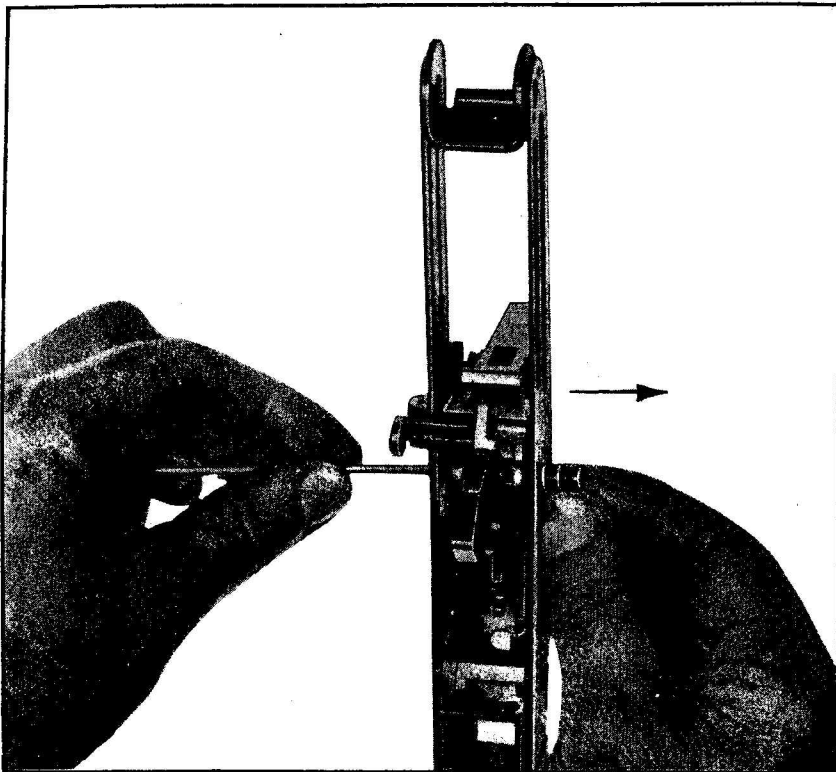

Fig. 66
2. con utensile 105 sfilare il perno del cane dal foro « E » nella scatola scatto procedendo da sinistra a destra (fig. 66).
2. with tool 105 push out hammer pin from "E" hole in trigger housing proceeding from left to right (figure 66). Grasp hammer pin, withdraw it.